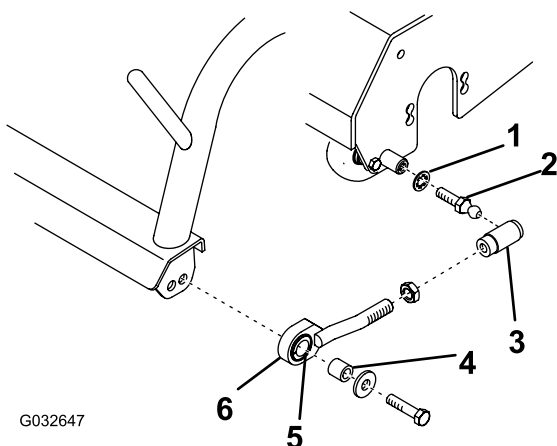
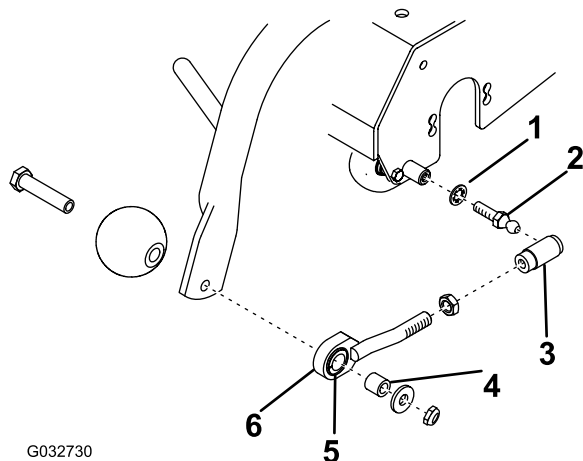

Figura 5
Figura 6
1. Instale um perno esférico e uma anilha de bloqueio em cada extremidade do arranca-grampos (Figura 5 ou Figura 6).
- B. Monte uma porca e um recetor de junta esférica em cada conjunto articulado, conforme indicado na Figura 5 ou Figura 6.
- C. Monte um conjunto articulado de tração em cada extremidade da estrutura da carroçaria com um espaçador, uma anilha e um parafuso (Figura 5 ou Figura 6).
- E. Faça deslizar a manga de volta para cada recetor da junta esférica e prenda-os nos pernos esféricos (Figura 5 ou Figura 6).